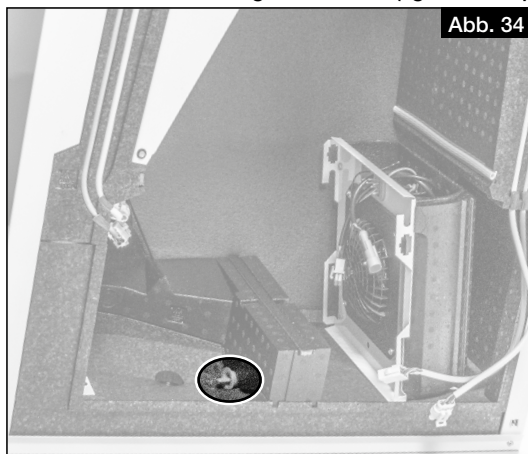

Abb. 34
- ① Wird die Kälterückgewinnung aktiviert, muss der Stopfen am Geräteboden entfernt werden (s. Abb. 34), um den Kondensatablauf zu gewährleisten (vgl. auch Kapitel 4.3 „Kugelsiphon montieren“, Seite 12).